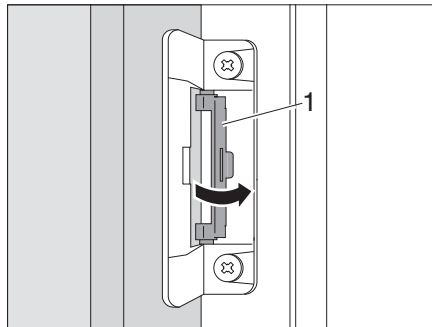

Fig. 336 Remettre le dispositif de blocage dans la position initiale
- Remettre le dispositif de blocage (Fig. 336,1) dans la position initiale.